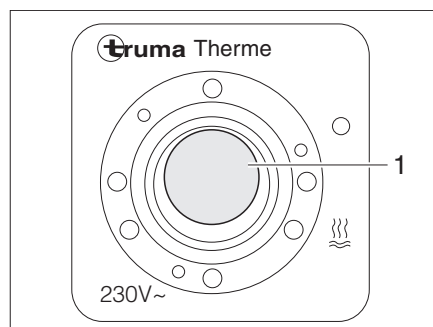

Bild 123 Bedienschalter für Therme
Mit dem Bedienschalter (Bild 123) wird die elektrische Betriebsart eingeschaltet. Die Kontroll-Leuchte (Bild 123,1) im Schalter muss leuchten.
- Bedienschalter (Bild 123) einschalten. Kontroll-Leuchte (Bild 123,1) im Schalter leuchtet.
- Bedienschalter (Bild 123) ausschalten. Kontroll-Leuchte (Bild 123,1) im Schalter erlischt.
- Bedienschalter (Bild 123) ausschalten. Kontroll-Leuchte (Bild 123,1) im Schalter leuchtet nicht.